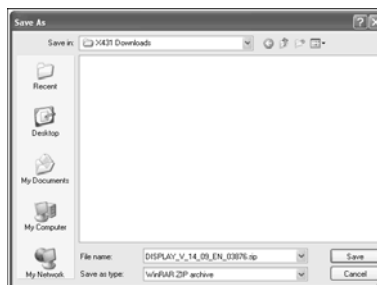

Abb. 3-21
11. Ein neues Fenster 'Speichern unter' wird angezeigt. Wie in Abb. 3-21 gezeigt. Klicken Sie auf Speichern. Der Download wird nun beginnen.